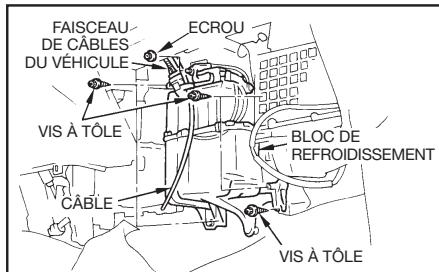

fig. 2
1. Déposer le bloc de refroidissement en suivant les procédures données par le fabricant du véhicule (*Voir fig. 2*).